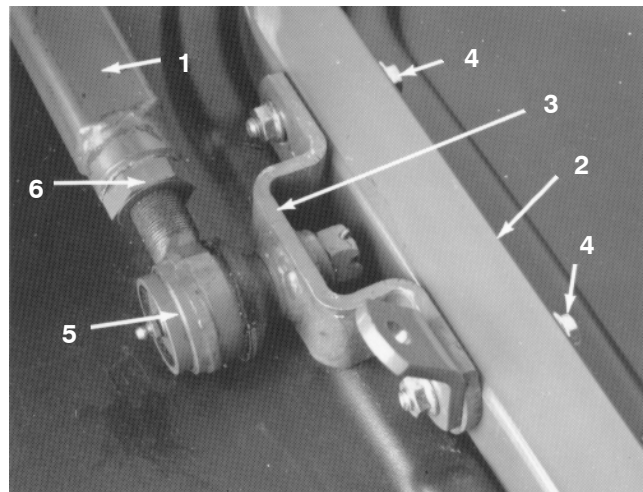

Bild 20
6. Ein Helfer sollte den linken Schubarm nach unten drücken, während Sie die Kopfschrauben, Flachscheiben und Sicherungsmuttern entfernen, mit denen die Befestigung des Kugelgelenks und der Kettenhalterung am Laufradarm des Mähwerks befestigt ist (Bild 20). Der Helfer kann den Druck auf den Schubarm langsam vermindern, sodass die Federlast von 68 kg allmählich gelöst wird.
5. Ein Helfer muss den linken Schubarm vorsichtig nach unten drücken, bis die Löcher in der Kugelgelenkbefestigung mit den Löchern im Laufradarm ausgerichtet sind (Bild 20). Schieben Sie sofort einen 10 x 10 cm großen Holzblock oben zwischen den Schubarm und die Unterseite des Chassis.